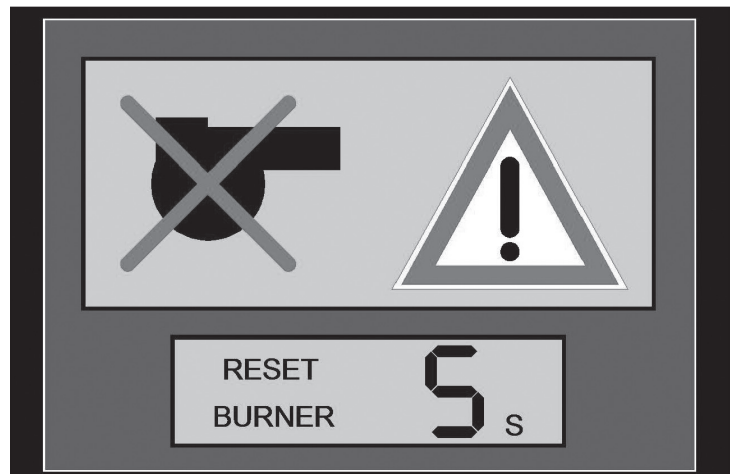

Figure 38
4. L'afficheur passera à celui illustré sur la Figure 38.